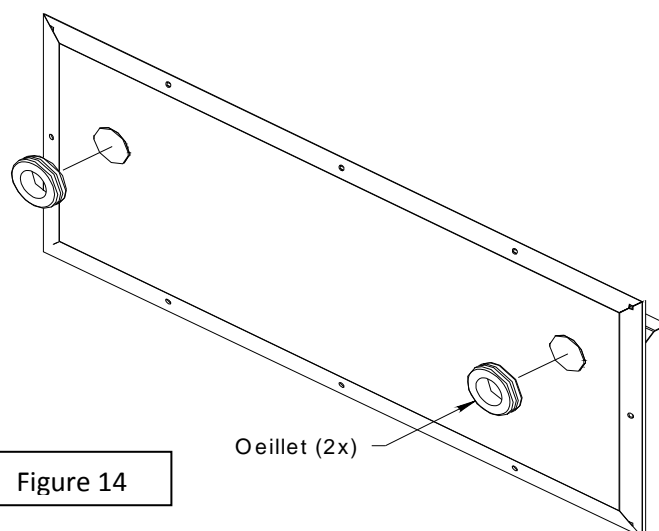

Figure 14
Étape 4: À l'aide d'un tournevis retirer les « emporte-pièces » du panneau. Ensuite, installez les œillets dans les trous. (Figure 14)